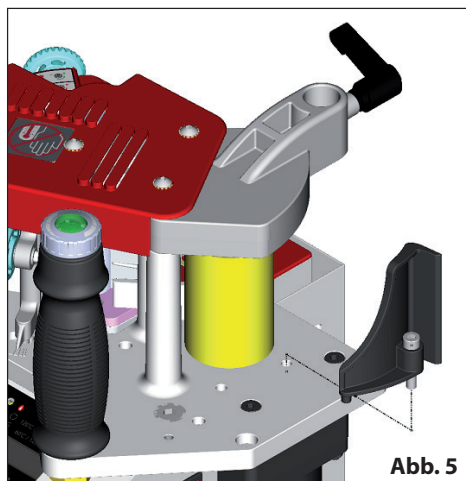

Abb. 5
- Die Eckenführung kann auf der Kantenanleimmaschine gemäß (Abb. 5) angebracht werden, zum Sichern die Schraube festziehen.